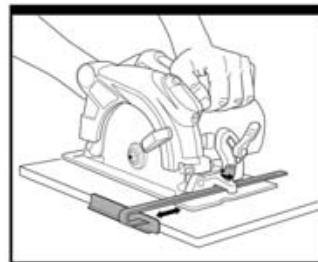

Fig. 4
5. REGLAGE DU GUIDE PARALLELE (Fig. 4)